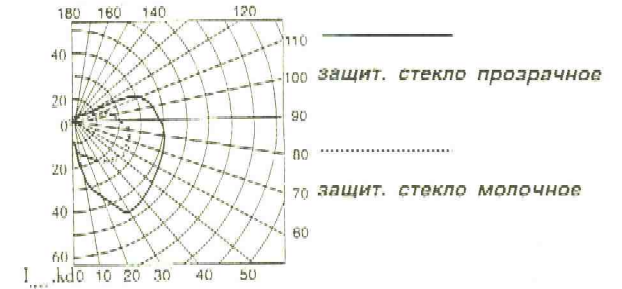

Рис.2
2.1. Распределение силы света светильников показано на рис.2. Тип кривой силы света для верхней полусферы – синусная, для нижней полусферы – специальная.